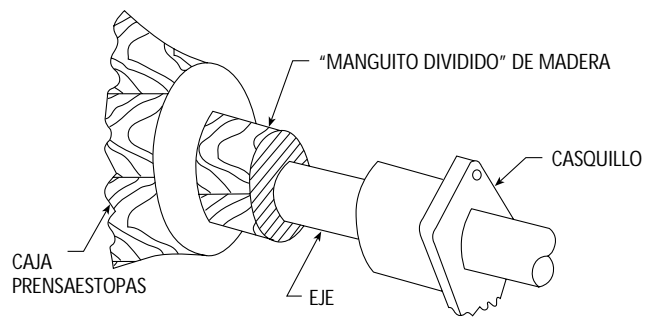

Figura 9
- Para empaquetar la caja prensaestopas, instale los anillos de empaque y el aro de linterna en la secuencia siguiente. Instale dos anillos de empaquetadura, luego el aro de linterna, y luego los tres anillos de empaquetadura restantes. Instale cada anillo por separado y asíntelo firmemente. Se recomienda el uso de un manguito dividido de madera para esta operación. Vea la figura 9. Use el casquillo para mover el manguito y el anillo dentro de la caja. Alterne las juntas en cada aro 90°. Asegúrese de que la toma embutida en la caja prensaestopas se alinea con el centro del aro de linterna. Los anillos extra son de repuesto.